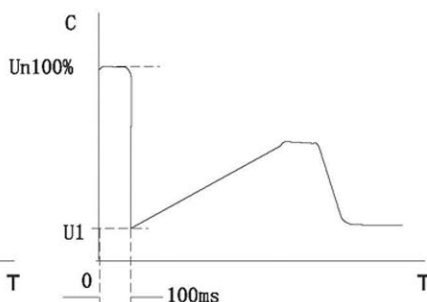

图 12-3-2
- ① 代码F9设置2(突跳+限流)或设置3(突跳+电压)起动模式, 12-3-1和图12-3-2给出了突跳起动模式的输出波形图, 在有一些场合由于负载机械静摩擦力的影响而不能起动电机时, 可选用此种起动模式。在起动时, 先对电动机施加一个较高的固定电压并持续有限的一段时间, 以克服电动机负载的静摩擦力使电动机转动, 然后按限电流或固定电压斜波的方式起动。
- ② 在用此模式前, 应先用非突跳模式起动电机, 若电机因静摩擦力太大不能转动时, 再选用此模式, 尽量避免采用此模式起动, 以减少不必要的大电流冲击